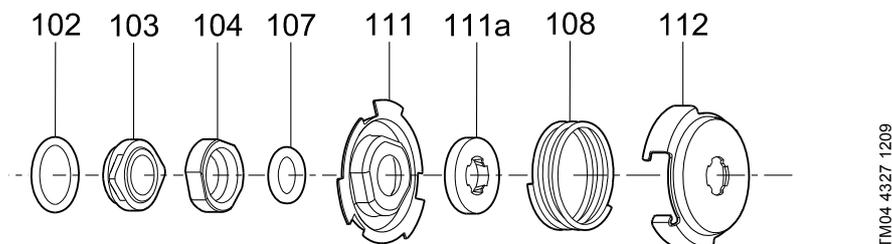

Abb. 15 Explosionszeichnung der Gleitringdichtung
8. Die Gleitringdichtung (Pos. 105) ausbauen. Siehe Abb. 15.